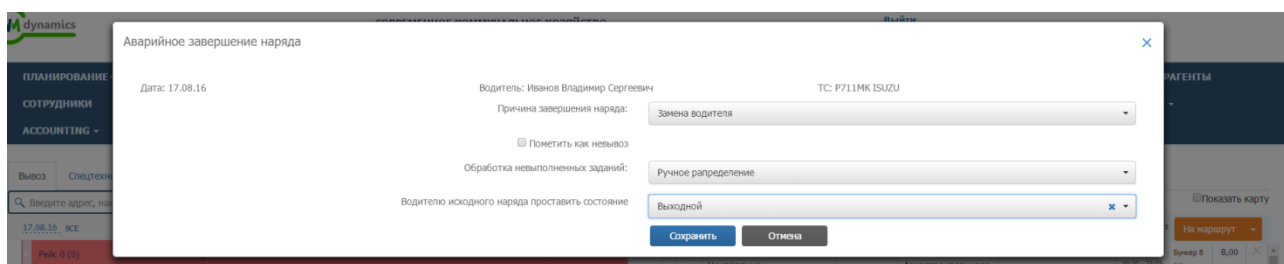

Рисунок 53. Перенос невыполненных заданий в нераспределенные
- **Ручное распределение.** При выборе действия «Ручное распределение» невыполненные задания будут перенесены в нераспределенные задания в оперативном управлении. Выполненные задания останутся на маршруте. Маршрут будет завершен без проверки. У водителя наряда, на который был назначен данный маршрут, изменится статус с «Вывоз/перевозка» на статус указанный в поле «Водителю исходного наряда проставить статус» (поле не обязательно для заполнения) (Рисунок 53).